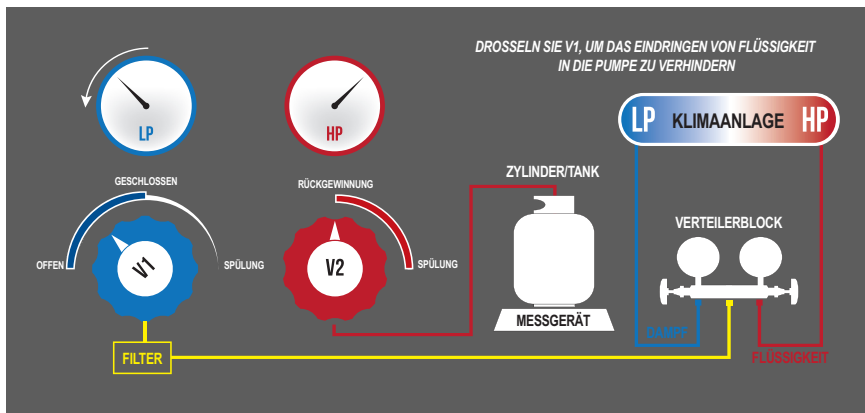

Abb. 1 *Einrichtungsverfahren für die Standard-Kältemittelrückgewinnung*
- 3 Verbinden Sie Auslassventil und Rückgewinnungstank mit einem Schlauch. Verbinden Sie die anderen Systemkomponenten gemäß Abb. 1 auf Seite 9 mit Schläuchen.
HINWEIS: Alle Verbindungen müssen dicht sein, und die Kabel und Schläuche dürfen den Rückgewinnungsprozess nicht behindern. **Siehe Abb. 1.**